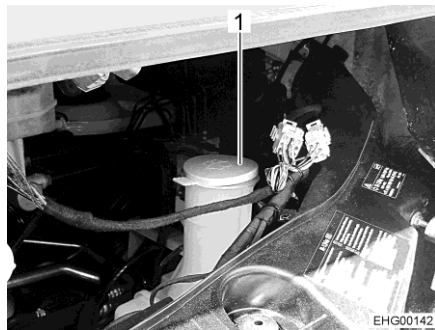

Fig. 37 Tubo de llenado (depósito de agua para lavar)
- Quitar la tapa (Fig. 37,1) del tubo de llenado del depósito de agua para lavar.
- Apretar la tapa (Fig. 37,1) sobre el tubo de llenado del depósito de agua para lavar.